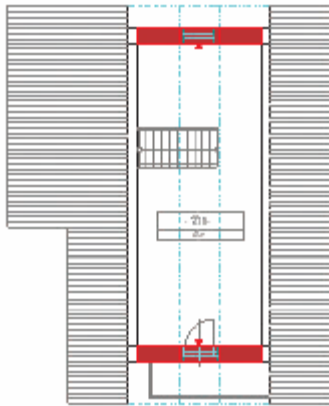

Рис. 2.6-7
2. Смените тип стены на SO2 и задайте в левой и правой части помещения. (На рис. 2.6-7 выделено красно).